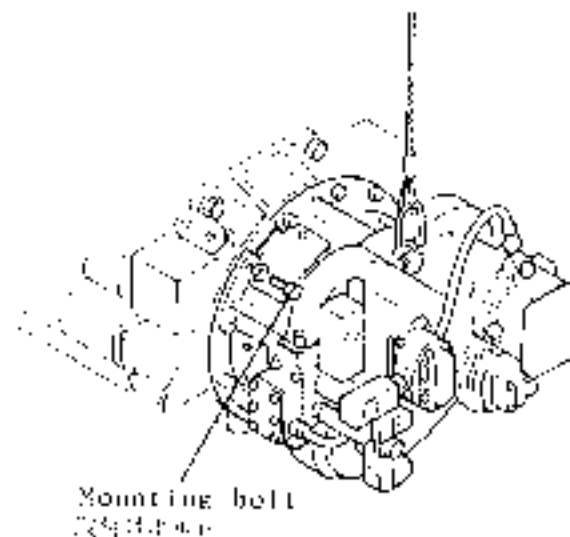

Fig. 4
10. Holding the torque converter with an overhead crane or the like, unscrew the mounting bolts. (Fig. 4)
10. 天井クレーン等でトルクコンバータを保持しておいて取付ボルトを外す。(Fig. 4)